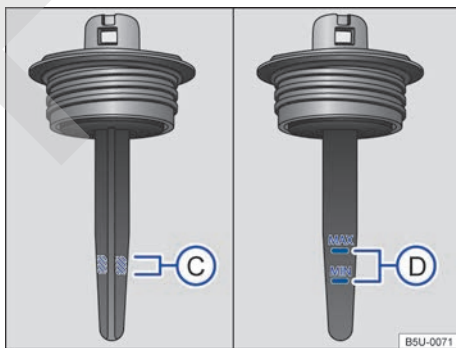

Fig. 112 Marcas para controlar el nivel del fluido de la dirección hidráulica.
- Retirar la tapa del tanque y limpiar la varilla de medición ⇒ fig. 112 bajo la tapa con un paño limpio ⇒ ⚠.
- Retirar nuevamente la tapa y verificar el nivel del fluido por la región rayada de la varilla de medición (C).
- Retirar nuevamente la tapa y verificar el nivel del fluido por las marcas "MIN" y "MÁX" de la varilla de medición (D).